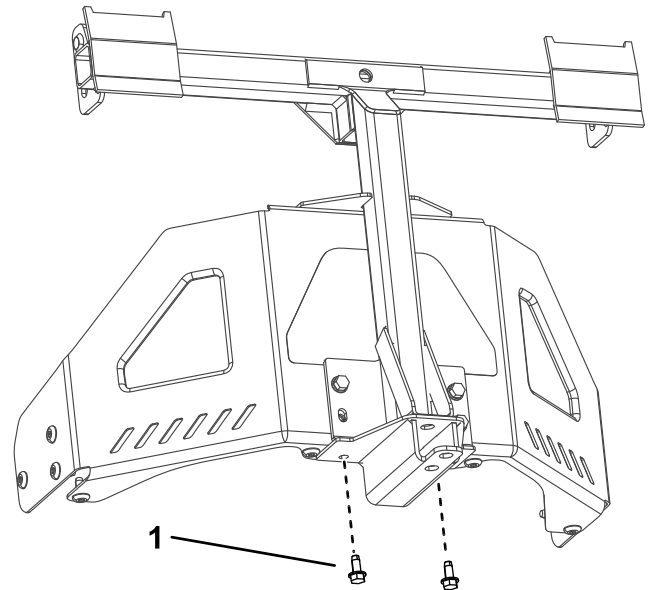

Bild 7
3. Befestigen Sie den Drehrahmen mit zwei Blehschrauben (5/16" x 3/4") an der Unterseite des Maschinenrahmens, wie in Bild 7 abgebildet.